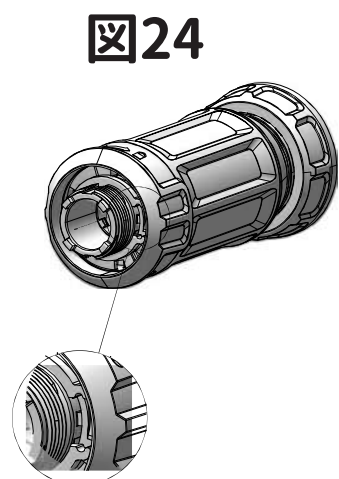

図24
- 固定リングが所定の溝に正しく収まるように再度取り付けします (図24)。